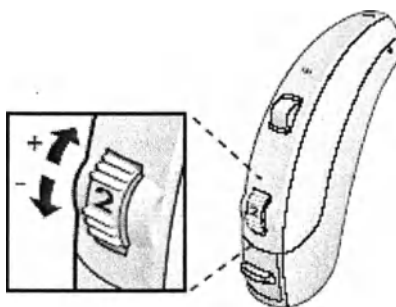

Рисунок 7 – Регулировка громкости
4.4.1 Громкость регулируется с помощью удобно расположенного вращаемого регулятора усиления с нанесенными на нем обозначениями от 1 до 4, где 4 устанавливает максимальный уровень громкости слухового аппарата. Во время настройки слухового аппарата, специалист по протезированию подберет оптимальный для Вас уровень громкости. Пожалуйста, запомните это положение регулятора усиления. Для увеличения громкости поворачивайте колесико регулятора усиления вверх. Чтобы уменьшить громкость, поворачивайте колесико регулятора усиления вниз (рисунок 7).